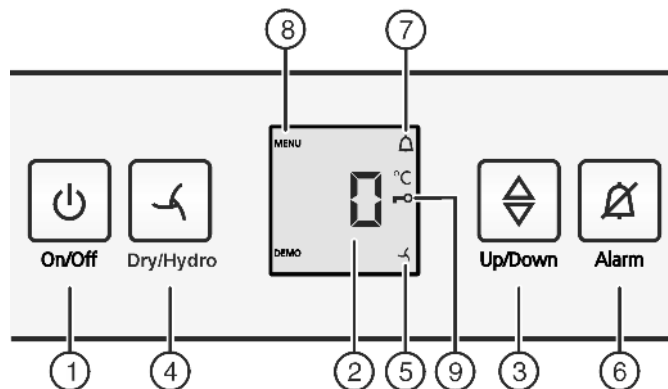

Fig. 2
- ▶ nacisnąć przycisk On/Off Fig. 2 (1).
- ▶ Aktywacja trybu regulacji: nacisnąć i przytrzymać przycisk Dry/Hydro Fig. 2 (4) przez ok. 6 s.
- ▷ Świeci symbol menu Fig. 2 (8).
- ▶ W celu potwierdzenia krótko nacisnąć przycisk Dry/Hydro Fig. 2 (4).
- ▶ W celu włączenia zabezpieczenia przed dziećmi krótko nacisnąć przycisk Dry/Hydro Fig. 2 (4).
- ▷ Świeci symbol zabezpieczenia przed dziećmi Fig. 2 (9). Na wskaźniku miga **c**.
- ▶ W celu wyłączenia zabezpieczenia przed dziećmi krótko nacisnąć przycisk Dry/Hydro Fig. 2 (4).
- ▷ Symbol zabezpieczenia przed dziećmi Fig. 2 (9) gaśnie. Na wskaźniku miga **c**.
- ▶ Dezaktywacja trybu regulacji: nacisnąć przycisk On/Off Fig. 2 (1).
- ▶ Nacisnąć przycisk Alarm Fig. 2 (6).